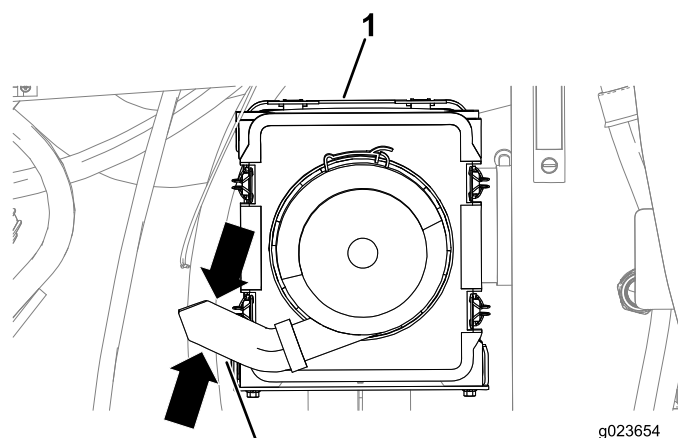

Рисунок 117
3. Сожмите пылезащитный клапан на крышке воздухоочистителя, чтобы удалить любые скопления воды, пыли или грязи из клапана. (Рисунок 117).